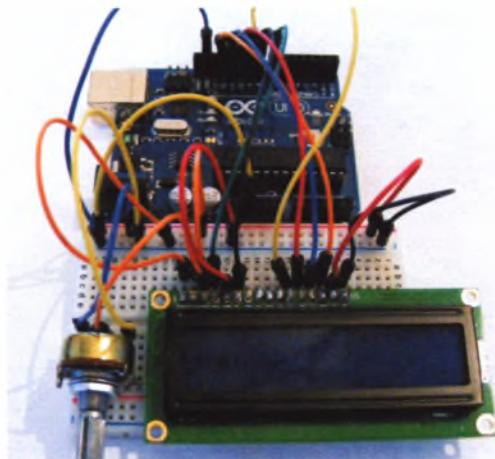
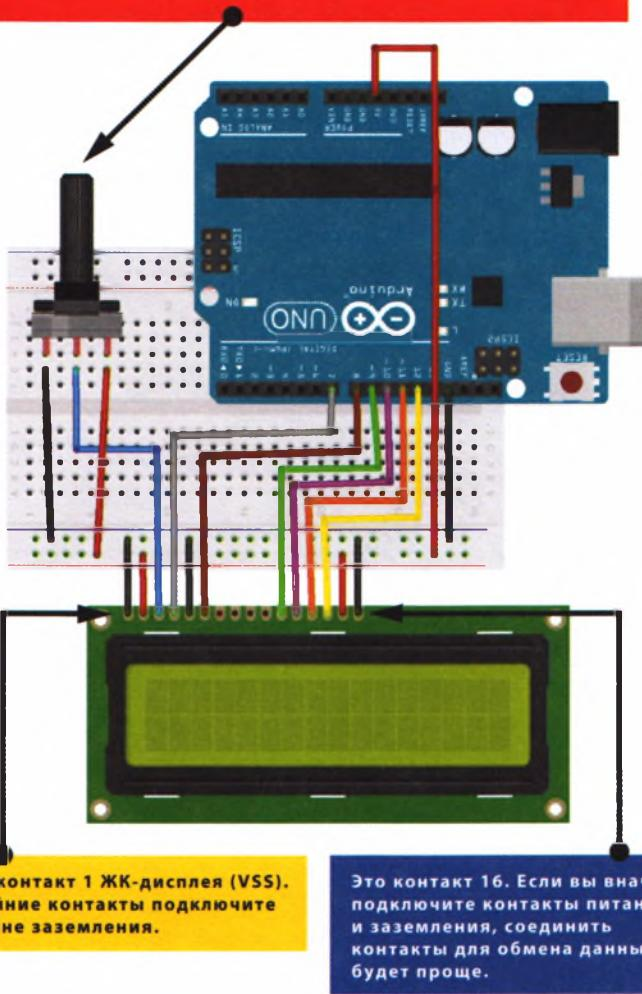

РИСУНОК 12.4
РИСУНОК 12.5
4. Убедитесь, что ваша цепь соответствует схеме, показанной на рис. 12.5, и рис. 12.4, а затем загрузите в память Arduino код скетча, приведенный в разделе «Скетч» далее в этом проекте.